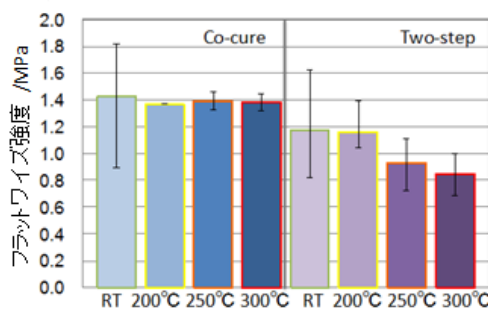

図2 フラットワイズ強度
- ▶ 測定結果 両成形条件で作製したパネルで、高いフラットワイズ強度を示すことが確認されました(図2)。また、300℃でもフラットワイズ強度、曲げ剛性、及び曲げ強度を維持することが確認されました。これらの結果から、本サンドイッチパネルは耐熱部材としての適用可能性が示唆されました。